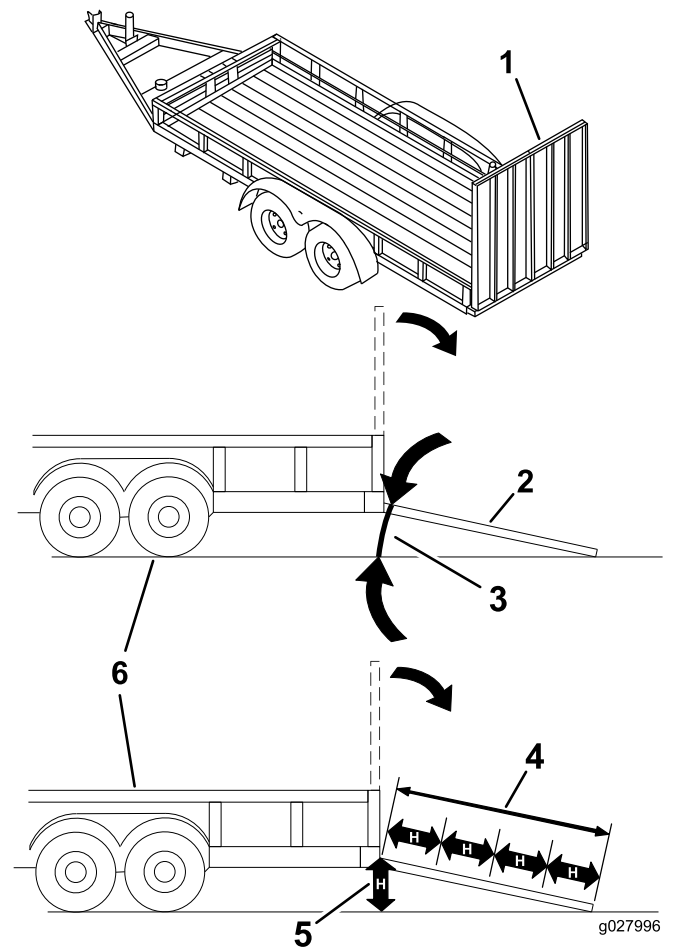

Bild 37
Das Laden einer Maschine auf einen Anhänger oder einen Lastwagen erhöht die Umkipppgefahr und könnte schwere oder tödliche Verletzungen verursachen (Bild 37).
3. Senken Sie die Rampe ab und stellen Sie sicher, dass der Winkel zwischen der Rampe und dem Boden höchstens 15 Grad beträgt (Bild 37).
1. Senken Sie die Rampe ab und stellen Sie sicher, dass der Winkel zwischen der Rampe und dem Boden höchstens 15 Grad beträgt (Bild 37).